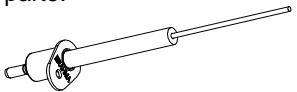
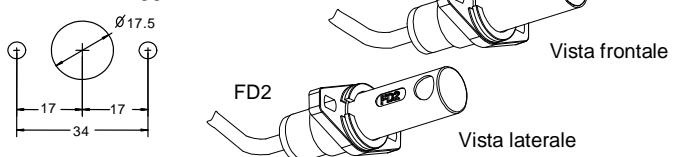
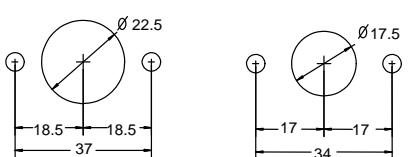

Fig. 4
Fig. 5, FD..
Fig. 6, UV..
- per il BTXXXG in applicazioni a gas la rilevazione del segnale di fiamma avviene mediante il principio raddrizzante della fiamma con elettrodi (fig. 4); per le caratteristiche si veda la nota tecnica 4065. In applicazioni in cui la temperatura è eccessiva e l'elettrodo di rilevazione ne risulterebbe compromesso, è possibile l'impiego dei sensori FD1/S BT - FD2/S BT (fig. 5) o sensori UV... (fig. 6).
- per il BTXXXO in applicazioni ad olio combustibile i sensori FD1D BT - FD2D BT (fig. 5) oppure UV... (fig. 6) utilizzabili solo in bruciatori a fiamma blu; nelle applicazioni di bruciatori a fiamma gialla sono più idonee le fotoresistenze FC7, FC8, FC11, FC13 o FC14 (fig.re 7 e 8) oppure i fototransistor FT11 o FT13 (fig. 9).